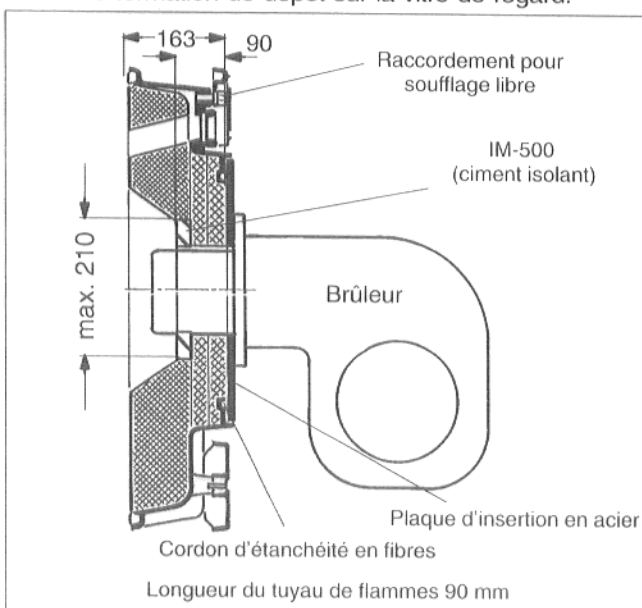
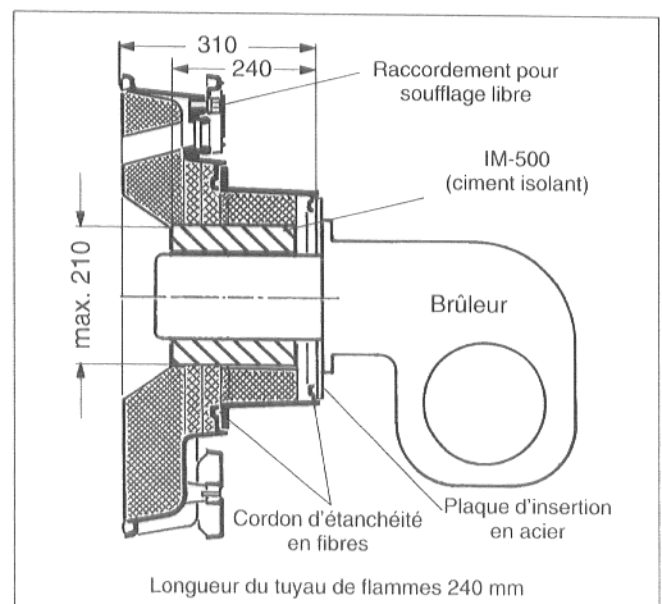

Fig. 29 Porte du brûleur, éléments 11–13
Fig. 30 Porte du brûleur, éléments 9 et 10
- Enrober le tuyau du brûleur de carton ondulé ou d'un matériau similaire et l'attacher. Monter le tuyau du brûleur, puis emplir de ciment isolant (livré avec la chaudière) l'interstice restant entre l'isolant de la porte-brûleur et le tuyau du brûleur (Fig. 29, Fig. 30).
- connecter le raccordement ventilation du trou de regard au brûleur (Fig. 29, Fig. 30), pour empêcher une formation de dépôt sur la vitre de regard.